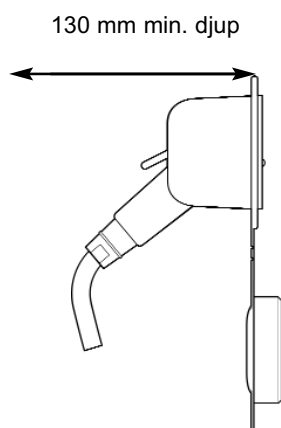

Fig 1 Normalt monteringsläge - vinkelhållare
- Välj en lämplig plats ovanför vattenlinjen och skär ut ett runt hål (diameter = 82 mm) (Se fig. 1 och 2). Observera: Min. tjocklek för monteringsyta: 3 mm Max. tjocklek för monteringsyta: 19 mm